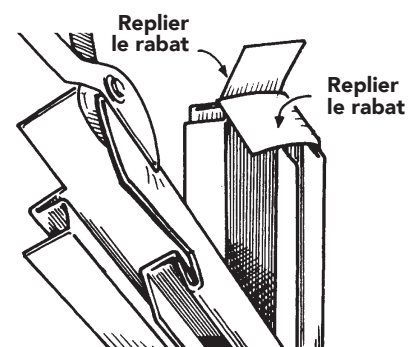

Figure 26
- Les moulures de coins des maisons ayant un avant-toit en surplomb du premier étage doivent être recouvertes en effectuant les coupes indiquées (Figure 26). Replier les rabats créés les uns sur les autres comme indiqué.